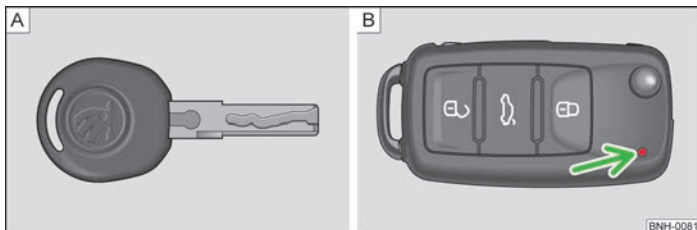
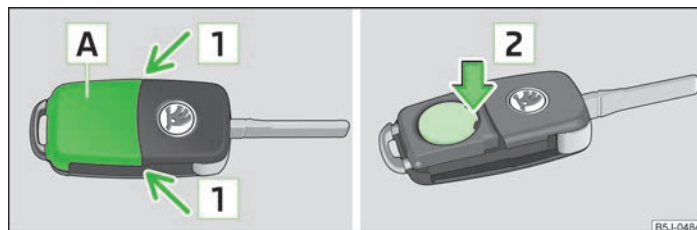

Fig. 8 Llaves sin telemando/llaves con mando a distancia
Fig. 9 Llave con radiotelemando: Quitar la tapa/extraer la pila
Con el vehículo se suministran dos llaves. Según el equipamiento, su vehículo puede estar provisto de llaves sin mando a distancia » fig. 8 - A o de llaves con mando a distancia » fig. 8 - B.
Cada llave principal de radiotelemando contiene una pila que está alojada debajo de la tapa A » fig. 9. Si la pila está descargada, después de pulsar una tecla de la llave, no parpadea el testigo de control rojo » fig. 8 de la página 25 - B. Le recomendamos que lleve a cambiar la pila de la llave a un contratante ŠKODA. Si, de lo contrario, desea cambiar la pila descargada Vd. mismo, proceda como sigue.
- Presionar la tapa del compartimento de la pila pulsando con el pulgar o con un destornillador plano en la zona de la flecha 1 » fig. 9.